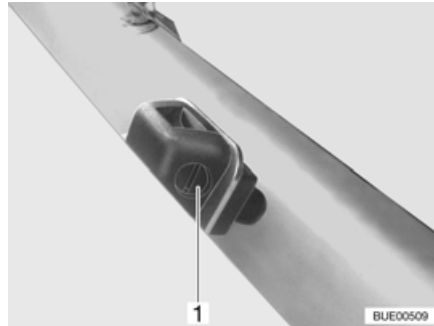

Fig. 41 Gicleur lave-glace
- Avec un tournevis adéquat, tourner la vis de réglage (Fig. 41,1), jusqu'à obtenir la position souhaitée.